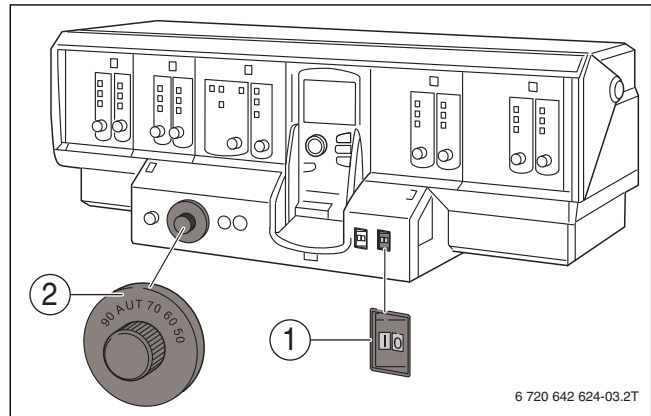

Рис. 39 Включите отопительную установку на системе управления (Logamatic 4000)
- ▶ Переведите пусковой выключатель (→ рис. 39 [1]) на обоих системах управления в положение I (ВКЛ).